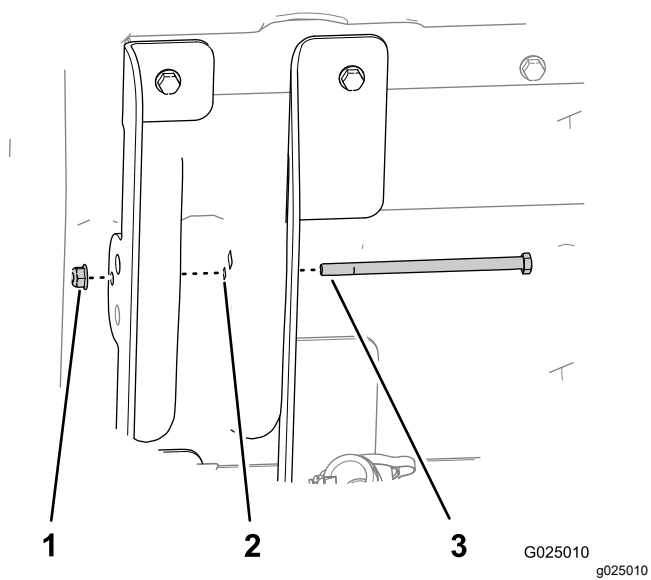

図 7
7. 図 7 に示すように、六角ヘッドボルト5/16 x 5-1/2"を、8 mm の穴内側昇降ブラケット長いフランジ、荷台、外側昇降ブラケット短いフランジに通す。
8. フランジナット5/16"でボルトを仮締めする 図 7。
10. ボルト 5/16" を固定しているフランジナットを軽く締める 図 7。